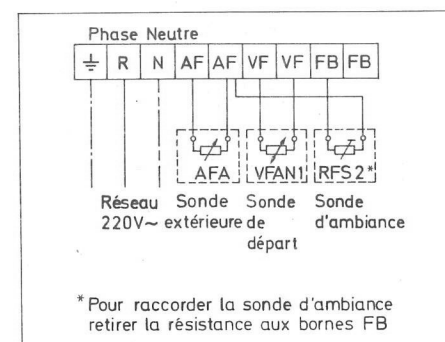

Fig. 9 Régulation par l'ambiance avec correction par la température extérieure
- Régulation par l'ambiance avec correction par la température extérieure, Fig 9.